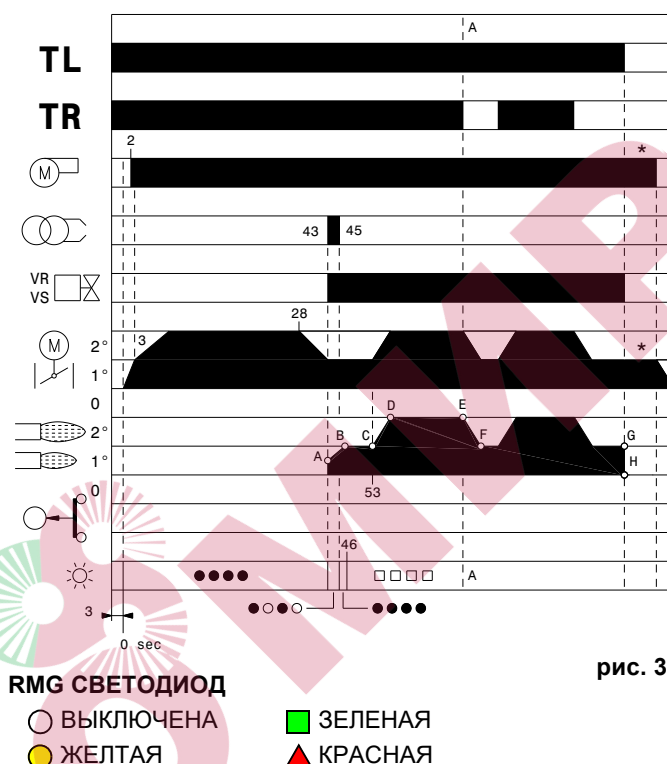

рис. 35
Control remote control TL closes (Fig. 35).
5.7.2 Работа от регулировочного устройства TR (рис. 35)
Система, не оснащенная устройством регулирования TR (заменена перемычкой) (рис. 35)
Горелка включается, как описано выше. Если температура или давление повышаются до тех пор, пока не замкнется TL, горелка выключается (участок A-A на схеме рис. 35).